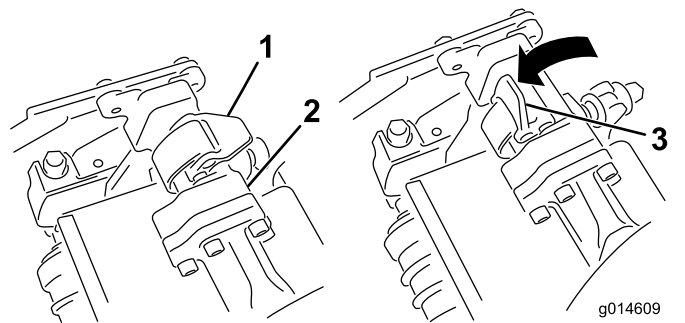
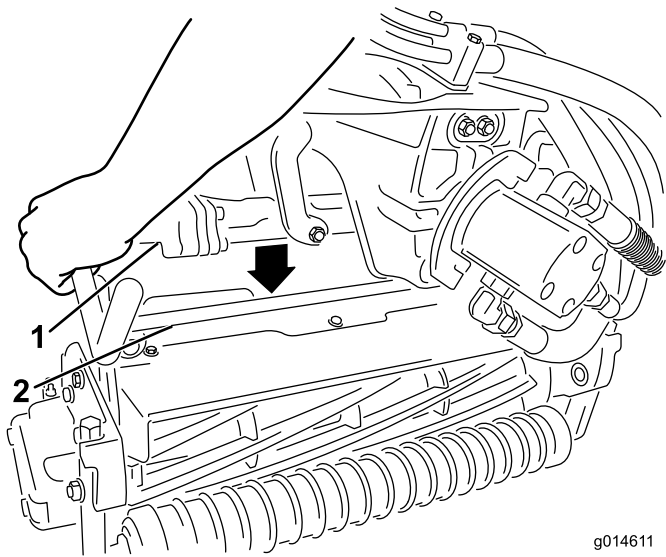

Figura 12
Figura 13
9. Con i fermi del braccio di sospensione rivolti verso l'alto (cioè aperti) (Figura 12), premete il braccio di sospensione verso il basso in modo che la barra si inserisca nella barra della parte superiore dell'apparato di taglio (Figura 13).
10. Chiudete i fermi spostandoli verso il basso e attorno alla barra dell'apparato di taglio, quindi bloccateli in posizione (Figura 12).